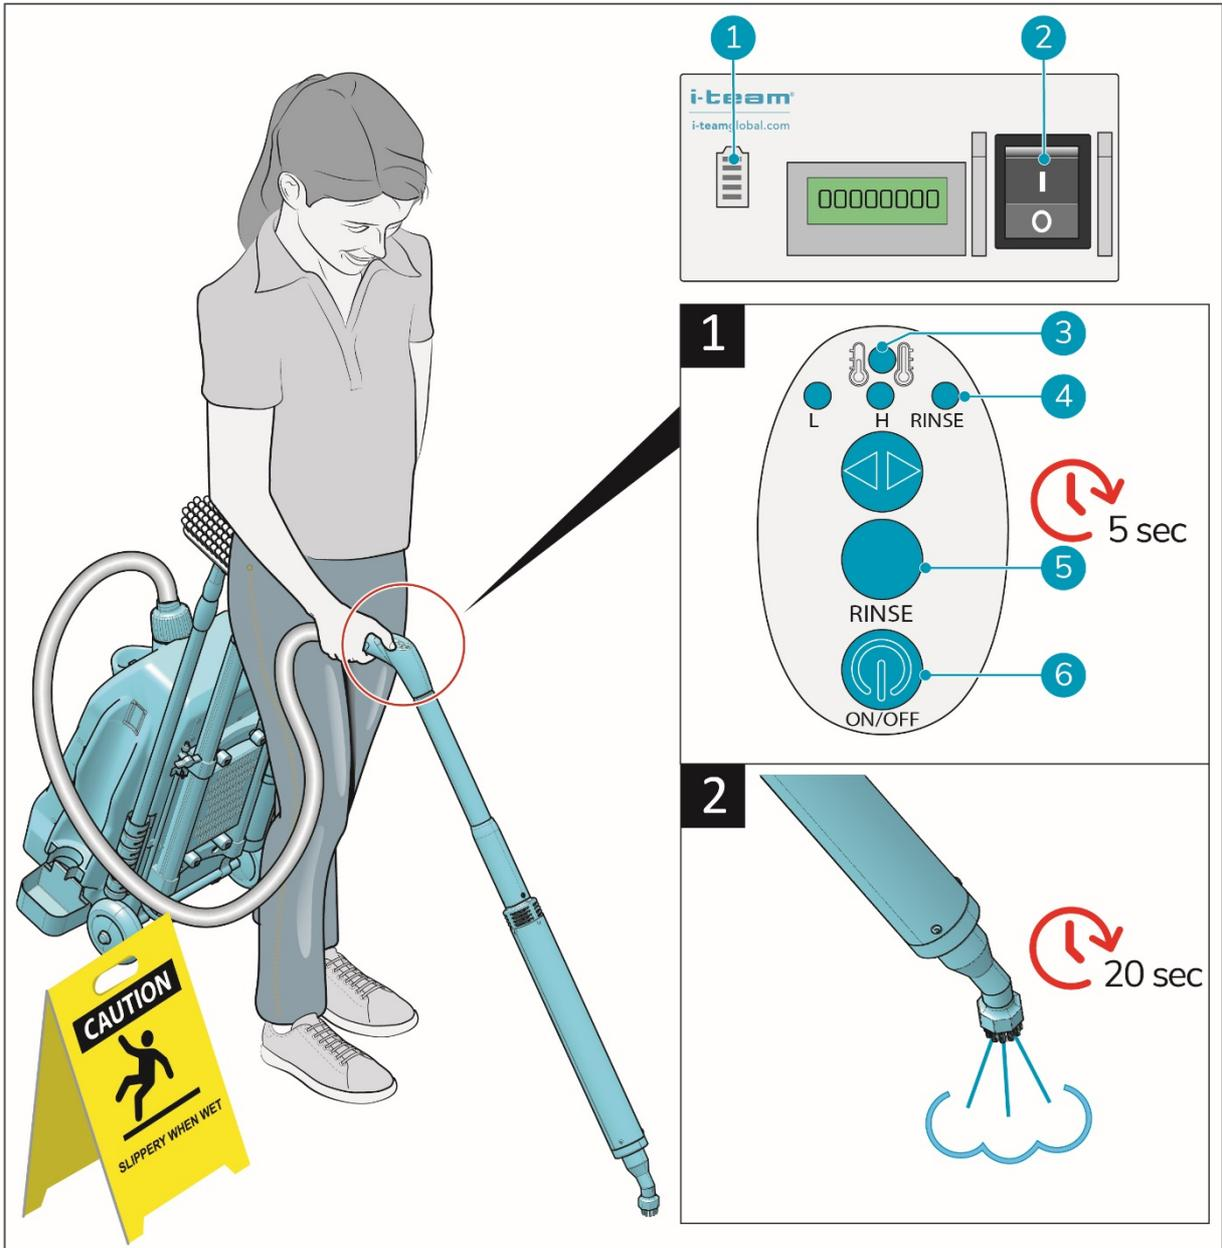

Figura 14
3. Ligue o i-gum® utilizando o interruptor de alimentação principal na parte inferior (figura 14, posição 2) esquerda do corpo do equipamento.
4. Verifique o indicador de alimentação (figura 14, posição 1).
6. Prima o botão ON/OFF (ligar/desligar) (figura 14, posição 6) no controlo da pega.
7. Prima o botão RINSE (enxaguar) (figura 14, posição 5).
9. Verifique a luz indicadora de enxaguamento (figura 14, posição 4).
10. Solte o botão RINSE (enxaguar) (figura 14, posição 5) quando a luz indicadora de enxaguamento acender.
12. Verifique a luz indicadora de aquecimento (figura 14, posição 3).